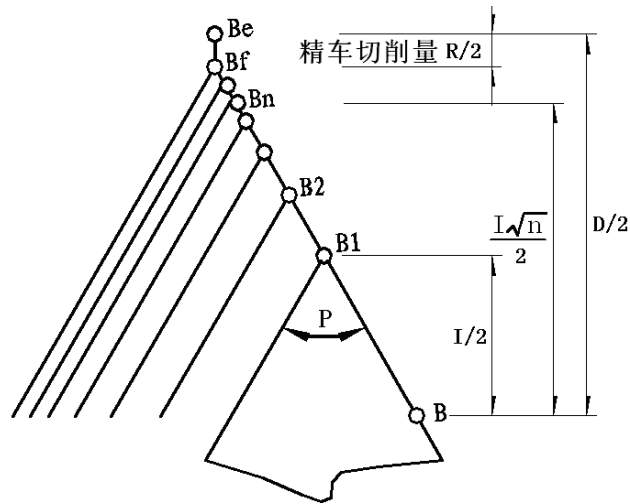

图 4-43
切入方法的详细情况见图 4-43:
- 1) 用 G76 螺纹循环切削指令组，可以通过多次螺纹粗车、螺纹精车完成规定牙高（总切深）的螺纹加工，如果指令①定义的螺纹角度不为 0° ，螺纹粗车的切入点由螺纹牙顶逐步移至螺纹牙底，使得相邻两牙螺纹的夹角为规定的螺纹角度。
- 4) 如果 G76 指令①定义的螺纹角度不为 0° 时，G76 指令②与 G92 不一样的是：G76 指令②的每一次螺纹循环从起点到切入点过程中，X 轴和 Z 轴先同时移动，螺纹轴到达切入点，然后非螺纹轴单轴移动到切入点；其它切削轨迹与 G92 一样，具体见图 4-43。